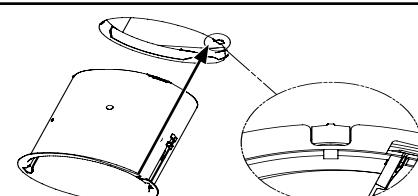

Figure 4.
5. À l'aide des pinces de verrouillage facile verrouillées vers le haut, insérez la boîte dans le plafond. Maintenez l'alignement de l'encoche de la boîte avec le ressort du cadre de plâtre (Figure 4.).